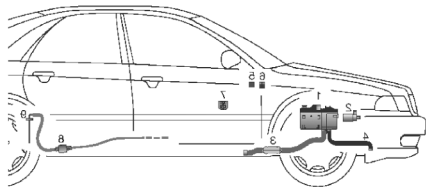

Рис. 2. Отопительный прибор в легковом автомобиле
- Отопительный прибор размещается в подкапотном пространстве автомобиля в защищенном от грязи месте (рис. 2 и 3).